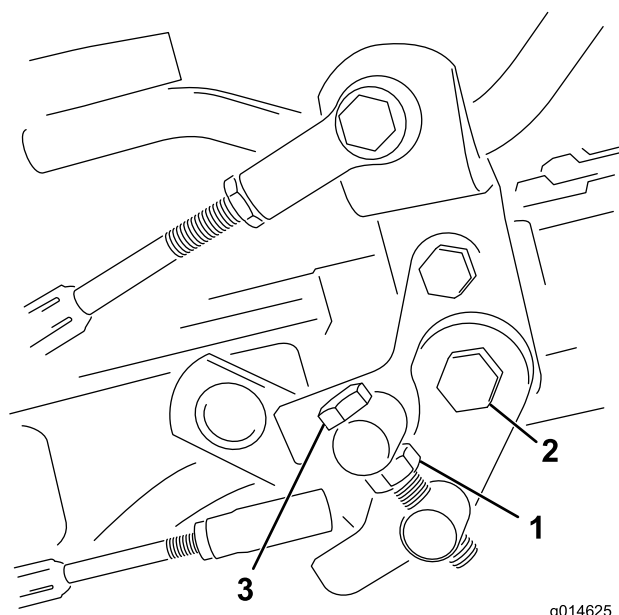

Figura 55
1. Liberte a porca de bloqueio do parafuso do eixo (Figura 55).
4. Aperte a porca de bloqueio no parafuso do eixo e a porca na articulação do pedal para bloquear o ajuste (Figura 55). Verifique o ajuste e ajuste se for necessário.